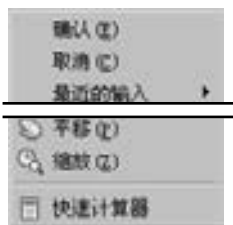

图 2.1.7 快捷菜单
- 要结束直线命令的操作，还可以按空格键，或者在绘图区中右击，系统弹出图 2.1.7 所示的快捷菜单，选择该快捷菜单中的 （或 ）命令以结束操作，还可以直接按 Esc 键。